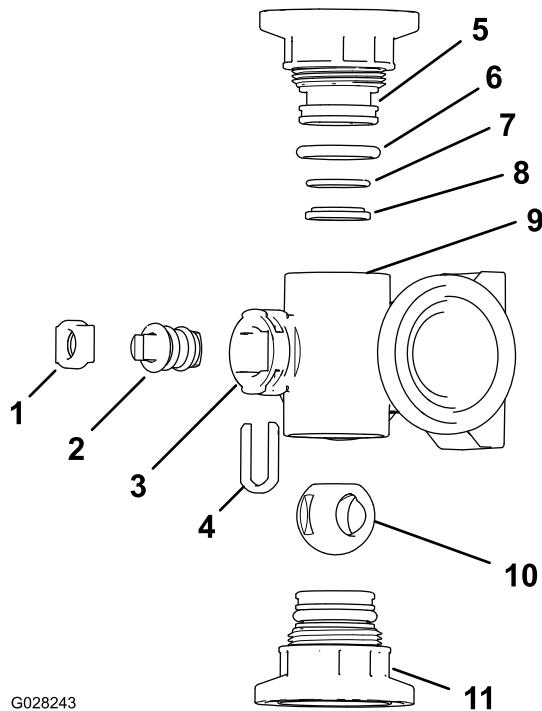
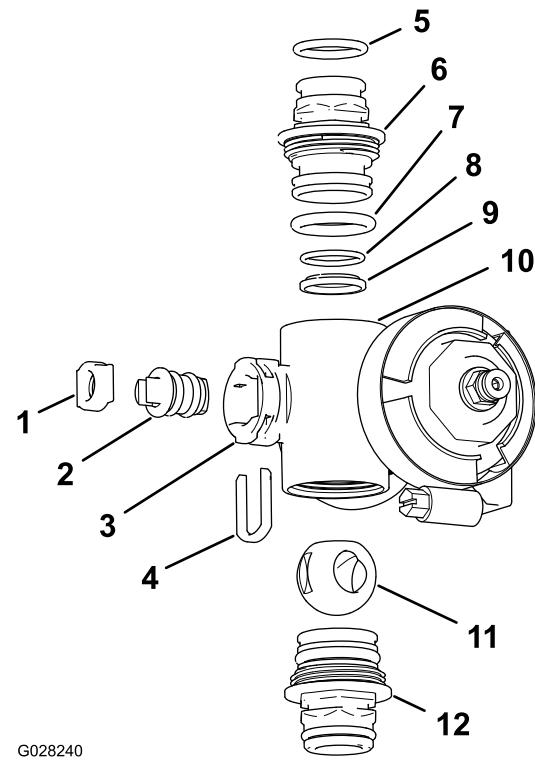

Figure 116
Figure 117
2. Déposez les 2 raccords d'embout à chaque extrémité du corps du collecteur (Figure 116 et Figure 117).
4. Retirez l'étrier de fixation de la tige des fentes de l'orifice de tige du collecteur (Figure 116 et Figure 117).
5. Déposez du collecteur l'étrier de fixation et le siège de la tige (Figure 116 et Figure 117).
6. En passant par le corps du collecteur, déposez la tige de vanne (Figure 116 et Figure 117).
1. Vérifiez l'état et l'usure des joints toriques de raccord de sortie (collecteur de vanne de section seulement), des joints toriques d'embout, des joints toriques de portée arrière et du siège de la bille (Figure 116 et Figure 117).
2. Appliquez de la graisse silicone sur la tige de la vanne et insérez-la dans le siège (Figure 116 et Figure 117).
3. Placez la tige et le siège dans le collecteur et fixez-les à l'aide de l'étrier (Figure 116 et Figure 117).
4. Vérifiez que le joint torique de portée arrière et le siège de la bille sont correctement alignés et engagés dans le raccord d'embout (Figure 116 et Figure 117)
5. Montez le raccord d'embout sur le corps du collecteur jusqu'à ce que la bride du raccord touche le corps (Figure 116 et Figure 117), puis tournez encore le raccord d'embout de 1/8e à 1/4 de tour.